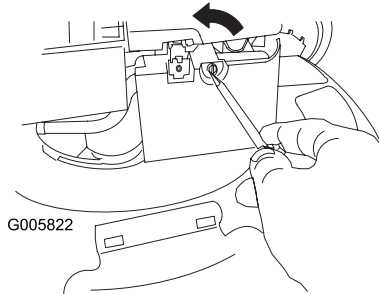

Figure 37
1. Utilisez un tournevis pour ouvrir le couvercle du filtre à air (Figure 37).